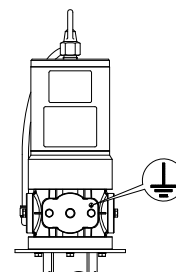

Fig.8 アース設置箇所
- 1) ポンプを設置するときには必ず指定箇所からアースを設置してください。（Fig.8）